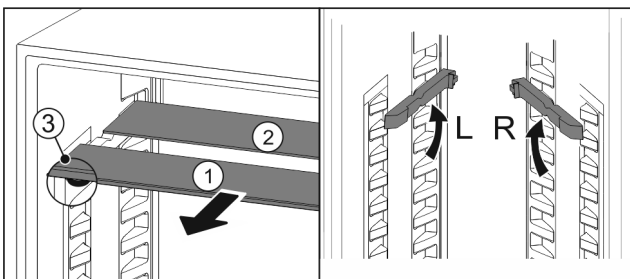

Fig. 25
- По одной извлеките Fig. 25 (1) стеклянные панели движением вперед.
- ▷ Стеклянная панель Fig. 25 (1) с декоративной планкой лежит спереди.
- ▷ Стопоры Fig. 25 (3) показывают вниз.